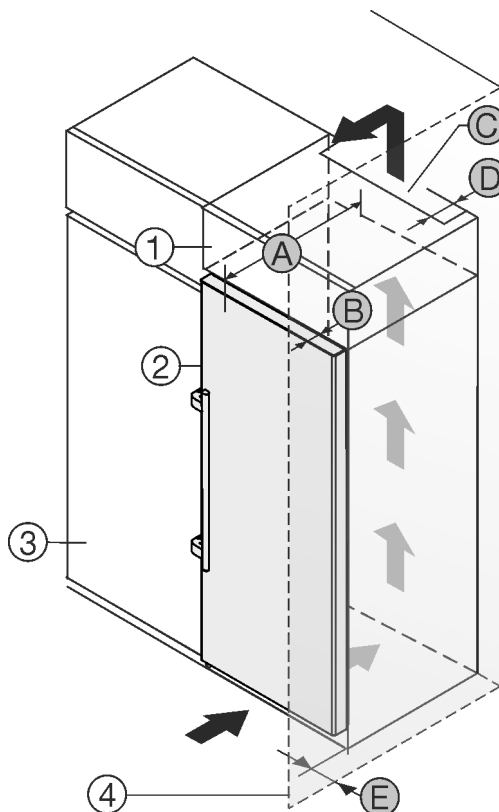

Fig. 1
È possibile posizionare l'apparecchiatura accanto a un mobile da cucina *Fig. 1 (3)*.
Sul lato posteriore dell'armadietto sovrapponibile deve essere presente un vano di scarico dell'aria con la profondità *Fig. 1 (D)* che attraversa l'intera larghezza dell'armadietto sovrapponibile.
Sotto al soffitto deve essere presente la sezione di ventilazione *Fig. 1 (C)*.
Se si installa l'apparecchiatura con le cerniere accanto a una parete *Fig. 1 (4)*, la distanza tra l'apparecchiatura e la parete deve essere di almeno 57 mm, che corrisponde alla sporgenza della maniglia a porta aperta.
Per poter aprire completamente la porta, installare l'apparecchiatura in modo che sporga dal frontale del mobile da cucina almeno della misura della profondità della porta *Fig. 1 (B)*. L'apparecchiatura può sporgere ulteriormente a seconda della profondità dei mobili da cucina *Fig. 1 (3)* e dell'utilizzo di distanziatori a parete.